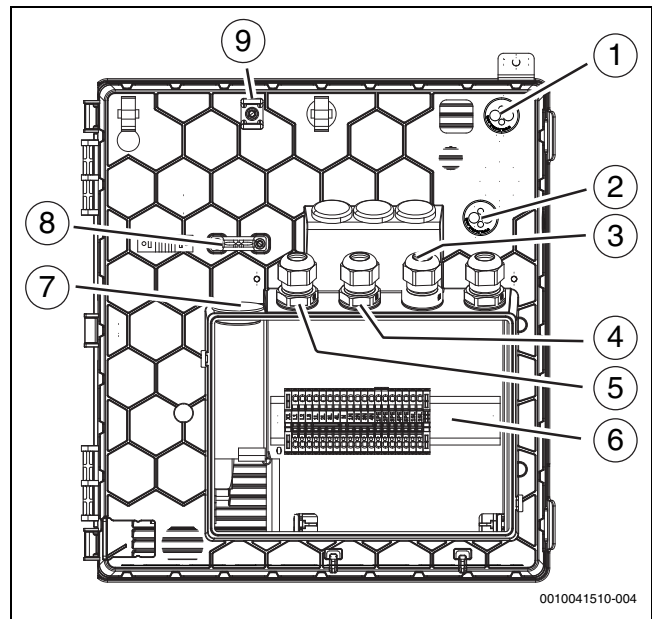

Bild 38 Kabeldurchführungen zum Klemmenkasten
Bei Kabeldurchführungen (→ Abbildung 38 [1], [2], [7]) genügt ein kleiner Einstich in die Membran, dann können die Leitungen durchgeschoben werden.
- ▶ Nach dem Einführen der Kabel die Kabelverschraubungen festziehen (→ Abbildung 38 [3], [4], [5]).
- ▶ Die festgelegten Befestigungspunkte [9] für die Befestigung der durch die Einführungen geführten Kabel verwenden (→ Abbildung 38 [1], [2]).